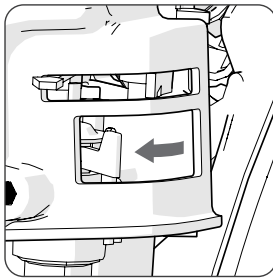

Fig 6
- Chiudere il tappo del carburante. (**Fig. 6**)